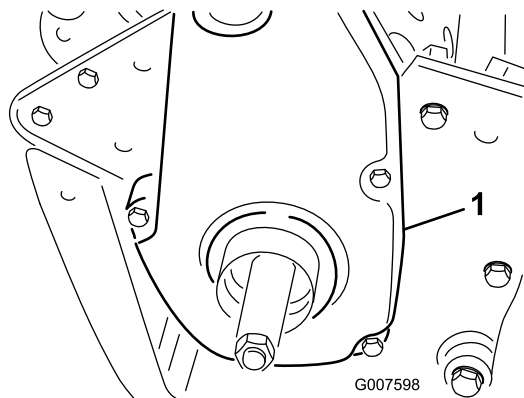

Figura 38
1. Togliete i dispositivi di fissaggio del copricinghia e il copricinghia per accedere alla cinghia (Figura 38).